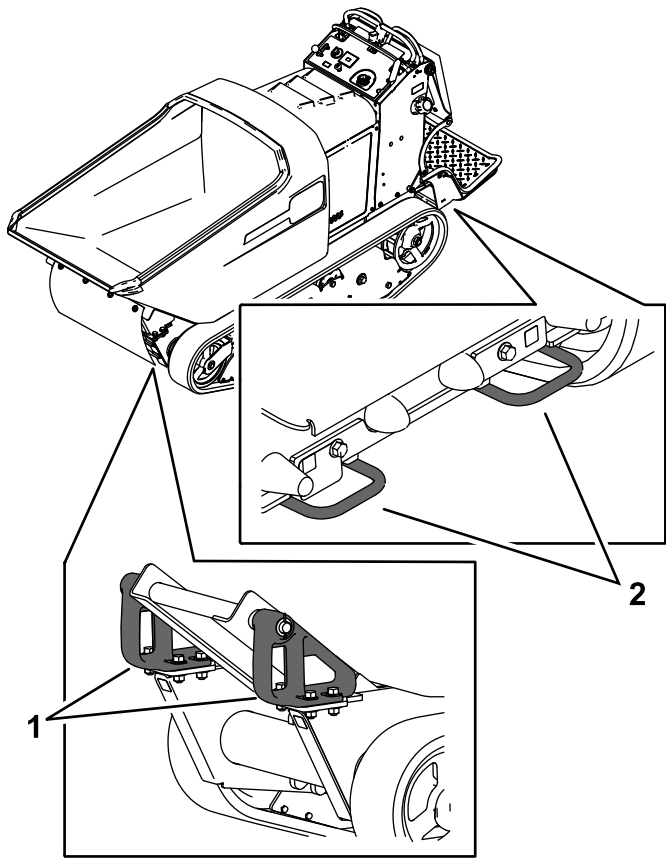

Figure 16
6. Servez-vous des points d'attache en métal de la machine pour arrimer solidement la machine sur la remorque ou le véhicule utilitaire avec des sangles, des chaînes, des câbles ou des cordes (Figure 16).